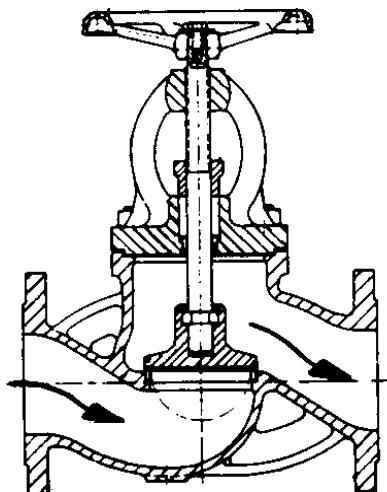
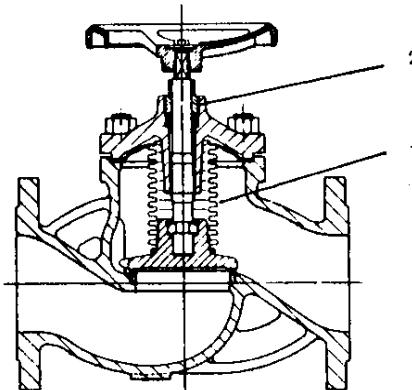

Рис. 1 Проходный клапан с сальниковой коробкой
Рис. 2 Проходный клапан с металлическим уплотнением
Разрезы показывают Проходной клапан с сальниковой коробкой (рис. 1) и Проходной клапан, не требующий ухода, с металлическим сильфоном (рис. 2). Возможны и другие варианты в зависимости от марки и применения. При использовании клапанов другой конструкции, напр. поршневых шиберных клапанов, важно следовать инструкциям по техническому уходу изготавителей.3
5.2. Уплотнение металлического типа (известно как клапаны, не требующие ухода -рис. 2)